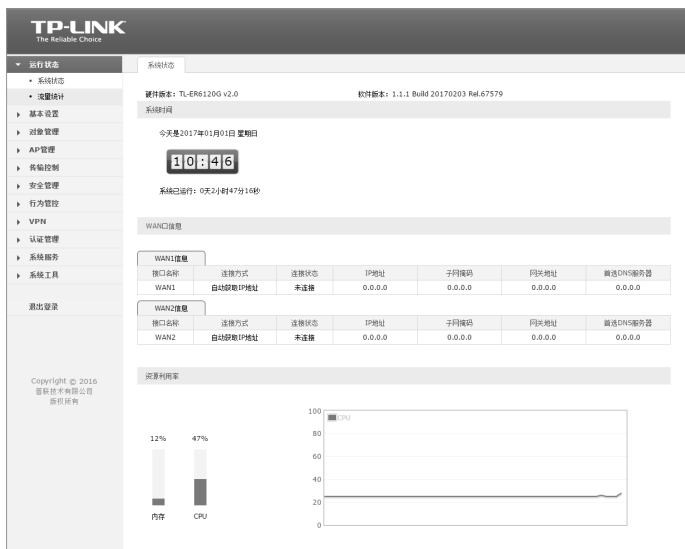

图4-3 路由器管理界面首页
5. 经过上述步骤即可成功登录路由器管理界面, 如图4-3所示 (以TL-ER6120G为例)。点击左上角的本公司的商标, 可以访问本公司主页 (<http://www.tp-link.com.cn>) ; 点击页面左侧的主菜单栏即可进行相应功能的设置。